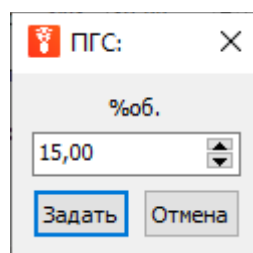

Рисунок 16 – Окно установки концентрации ПГС
- 2) В командном поле нажать кнопку «Град.», после чего на экране появится окно «ПГС» в котором, при помощи мыши либо клавиатуры, необходимо задать концентрацию ПГС (рисунок 16). Для подтверждения действия нажать «Задать», для отмены действия нажать «Отмена»;